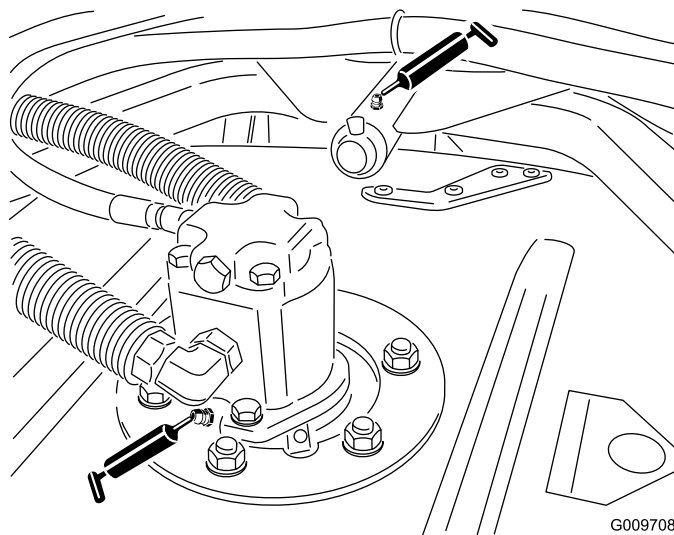

Figure 25
- Roulements d'axes de pivots de tablier de coupe (2 par tablier de coupe) (Figure 25)
- Bagues de bras de bâti porteur de tablier de coupe (1 par tablier) (Figure 25).